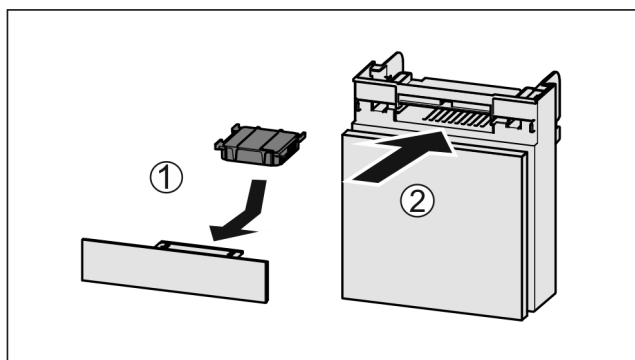

Fig. 110
- ▶ Wkładać Fig. 110 (1) filtr z węglem aktywnym zgodnie z ilustracją.
- ▶ Wsunąć komorę Fig. 110 (2).